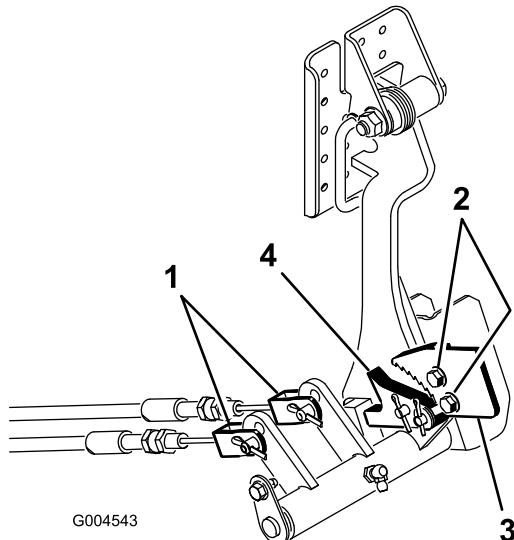

図 75
- ブレーキ・ケーブルをブレーキ・ペダルのロッドに固定しているコッター・ピンを取る（図 75）。
- 駐車ブレーキのツメをフレームに固定しているネジ2本をゆるめる（図 75）。
- ブレーキのツメが戻り止めに完全に掛かるまで駐車ブレーキ・ペダルを前に踏み込む（図 75）。